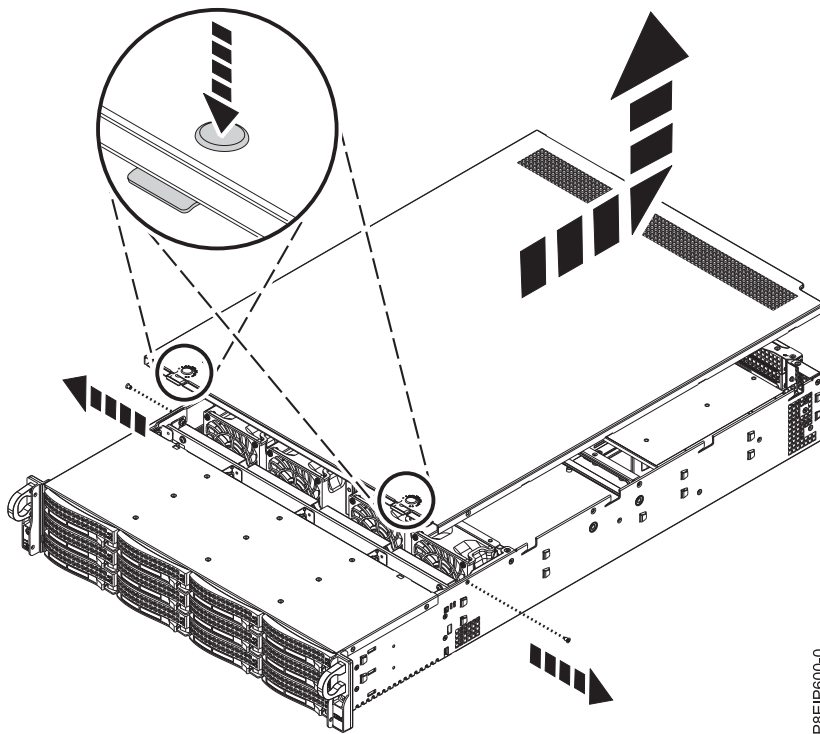

Figure 95. Déverrouillage et ouverture du capot
3. Appuyez sur les deux boutons situés sur le dessus du couvercle pour déverrouiller les loquets, comme indiqué dans la figure 95 et poussez le capot d'environ 0,5 pouces (1 cm) jusqu'à la butée. Si vous ne parvenez pas à appuyer sur les boutons, ôtez partiellement les unités se trouvant sous les boutons.